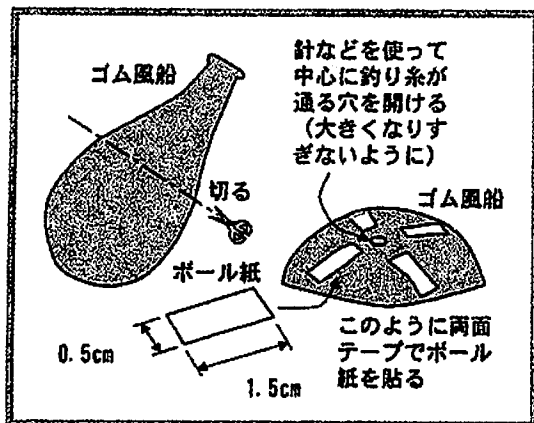
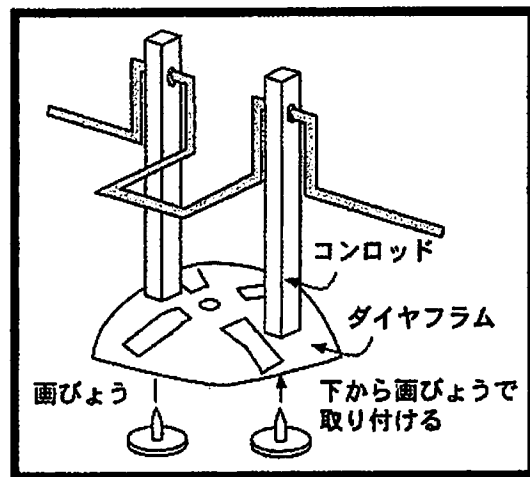

図3 ゴム風船を使ったダイヤフラム
図4 コンロッドとクランクシャフト
- ① ジュースの空き缶を10cmの長さに切る。
- ② 固定用の台を木で作る。
- ③ パルサを直径4.5cmの円に6枚切り瞬間接着剤ではりあわせてピストンを作る。1cm角のボール紙の中心に20cmの釣り糸をはさんでボール紙をピストンに貼り付けます。
- ④ 風船をはさみで半分に切り、空き缶の切り口にかぶせることができるかたしかめます。(図3)
- ⑤ 風船を強くするためにボール紙を風船に貼り付けます。
- ⑥ わりばしを7cmに切り、先から1cmの所に穴をあけ針金を通します。その針金を図4のように折り曲げてクランク作ります。風船に取り付けるために、下からピンで止めます。風船の先のへそに針を差し込んで風船に釣り糸を通します。糸は針穴を行き来します。
- ⑦ ピストンを缶に入れ、風船をかぶせます。
- ⑧ 釣り糸を小さいゼムピンに結び、このピンをフランクにかけます。クランクを手で回してピストンがかんの底や風船に当たらないように糸の長さは調整します。
- ⑨ クランクの長い方を折り曲げて先に粘土または50円玉をつける。これで完成。
- ⑩ 空き缶の底を火であぶると、クランクが回転し粘土も大きく回り始める。